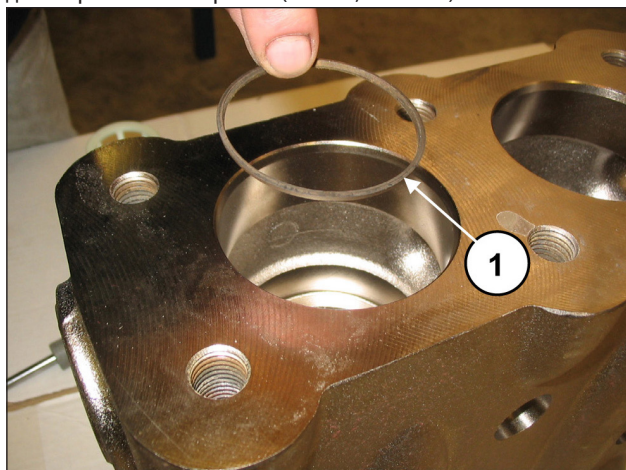

Рис. 113
Вставьте антиэкструзионное кольцо, поз. №4 на детализовочном чертеже (поз. ①, Рис. 113).